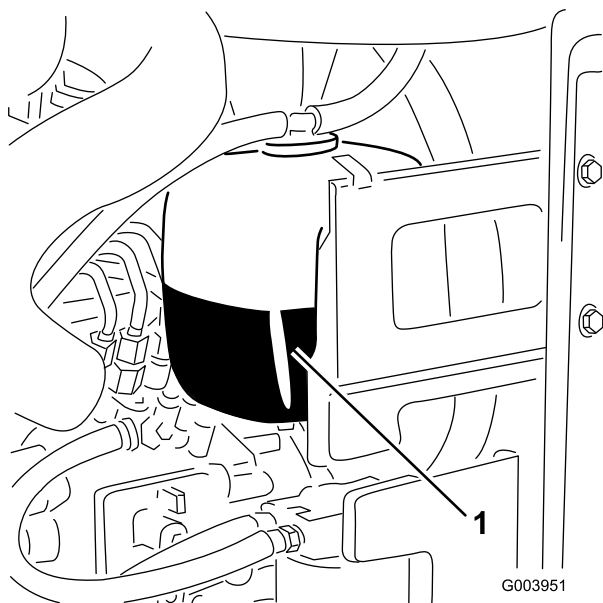

Figura 35
- Controllate il livello di refrigerante nel serbatoio di espansione (Figura 35).